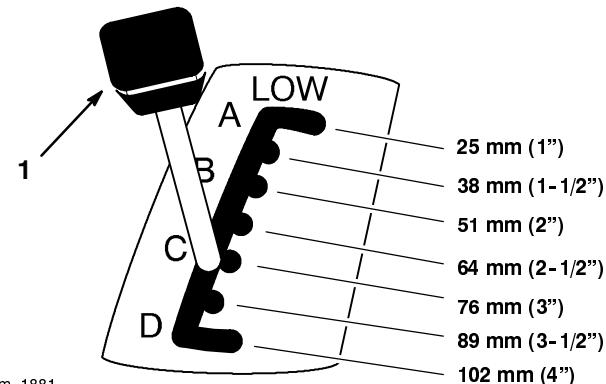

Figure 5
2. Tirer le levier de hauteur de coupe (relevage du plateau de coupe) et le mettre dans la position souhaitée (Fig. 5).